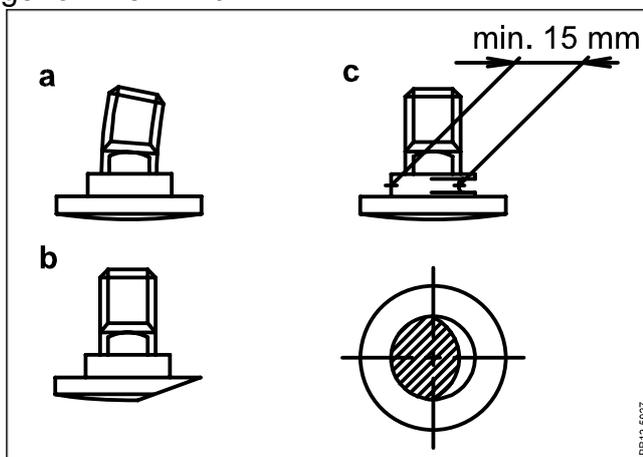

Fig. 5-6
- Fig. 5-6 Messerbolzen auswechseln, wenn: